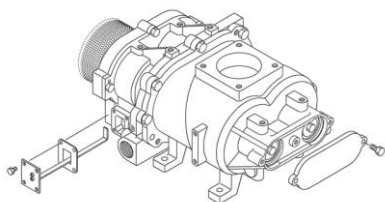

Рис. 74: Выталкиватель для типа 15 – 30
5. Тип 15 – 30: При помощи встроенного выталкивателя (Рис. 74) можно удалить консистентную смазку, находящуюся в области подшипников.